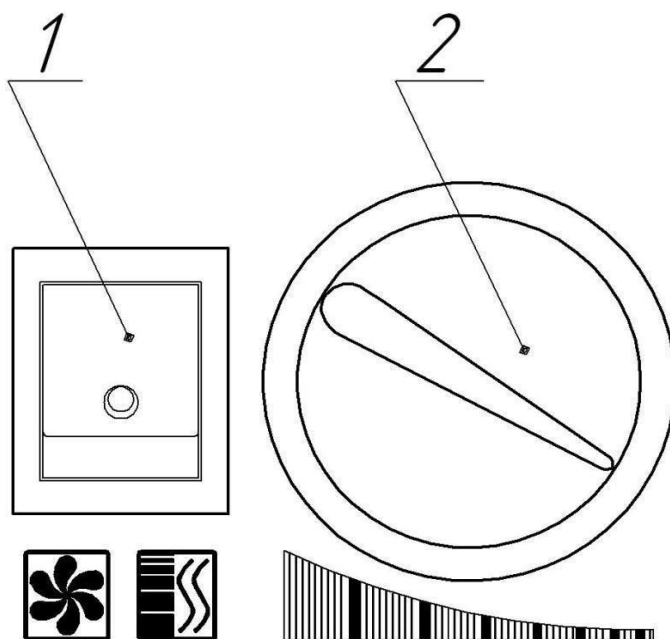
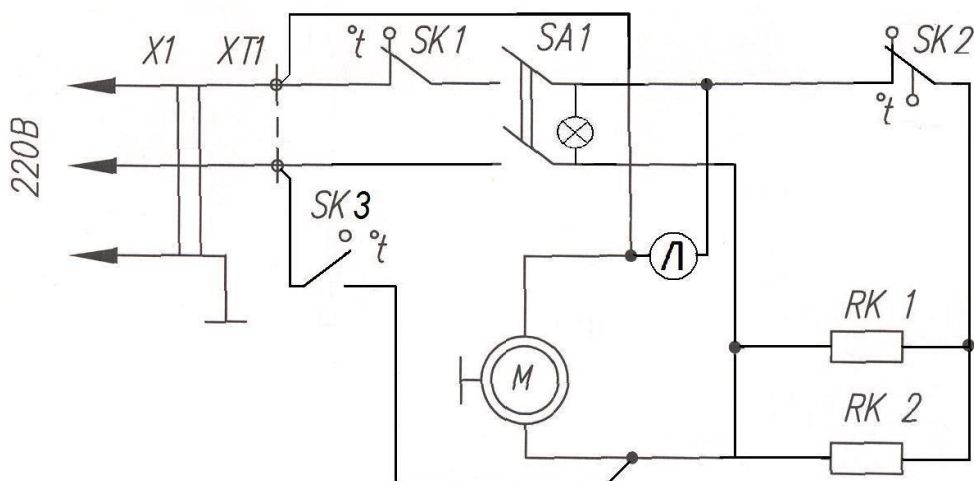

Рис. 1 Кнопки управления.
Рис.2 Схема электрическая принципиальная.
Схема электрическая принципиальная приведена на рис.2. Положение панели управления на рис.1.
- 7.1.1 Для включения режима воздушной завесы необходимо включить клавишу сетевого выключателя (поз.1, рис.1) в положении **ⓘ**, при этом включаются вентиляторы и загорается подсветка клавиши, создается режим «воздушный занавес».